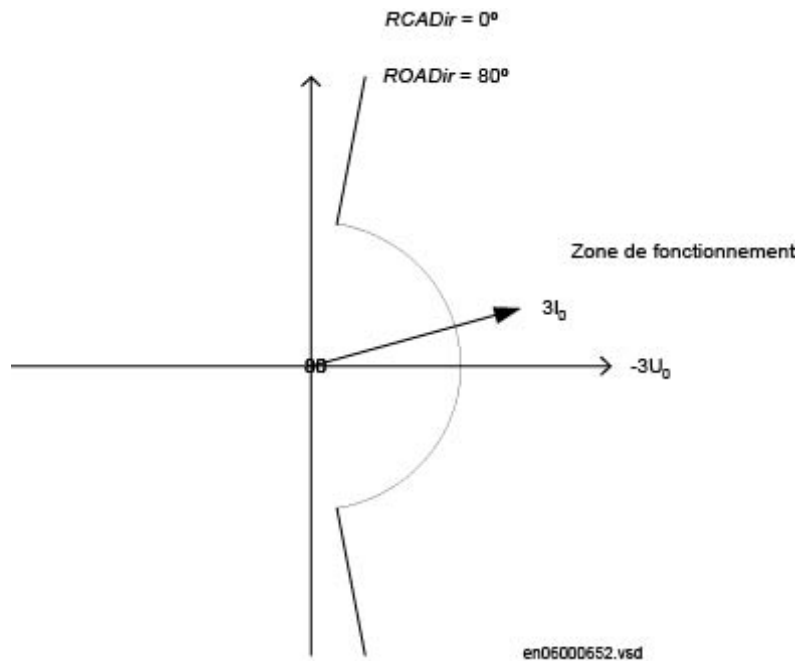

Figure 71: Exemple de caractéristique
- Comparer le résultat aux valeurs assignées, voir la figure 71 pour un exemple de caractéristique.